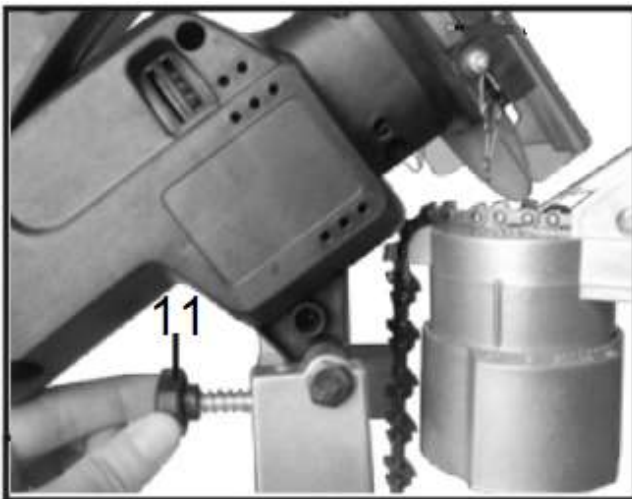
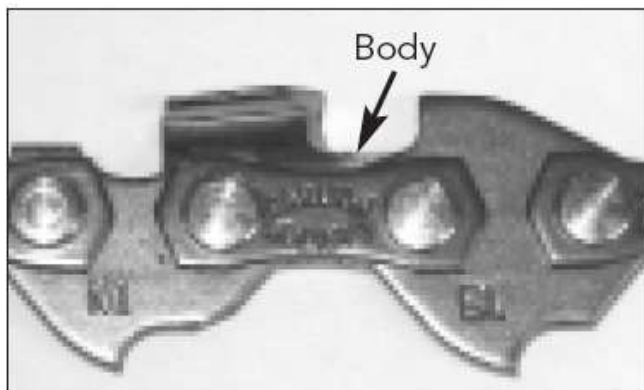

Рис. 12
Рис. 13
- 2) Поверните ограничитель глубины (11) по часовой стрелке или против. Следите за тем, чтобы диск полностью накрывал режущую поверхность зуба, но НЕ касался поверхности зуба ниже. (рис. 12) (рис. 13)